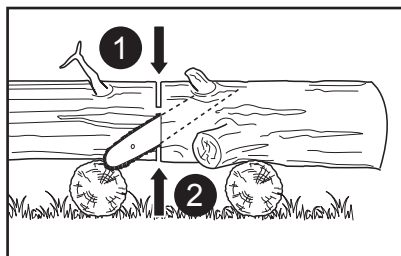

Fig. 32
3. Quando o tronco é suportado em ambas as extremidades (Fig. 32), corte 1/3 do diâmetro a partir do lado superior (corte transversal sobre a parte superior). Em seguida, proceda ao corte final com um corte transversal sobre 2/3 da parte inferior até alcançar o primeiro corte.